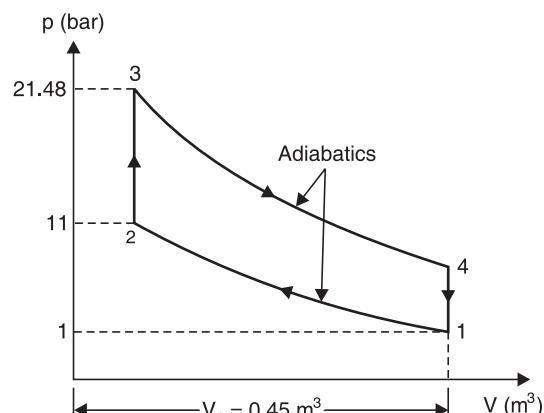

Fig. 4.12
**Solution.** Refer to Fig. 4.12.